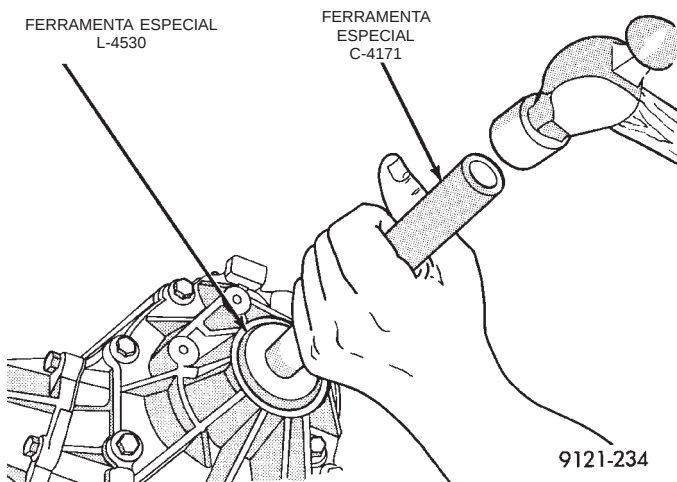

Fig. 55 Instalação do Rolamento
- (1) Utilize o acionador de rolamento L-4530 e a alavanca C-4171-2 para instalar o rolamento (Fig. 55).
- (2) Instale o anel de pressão de retenção do rolamento.